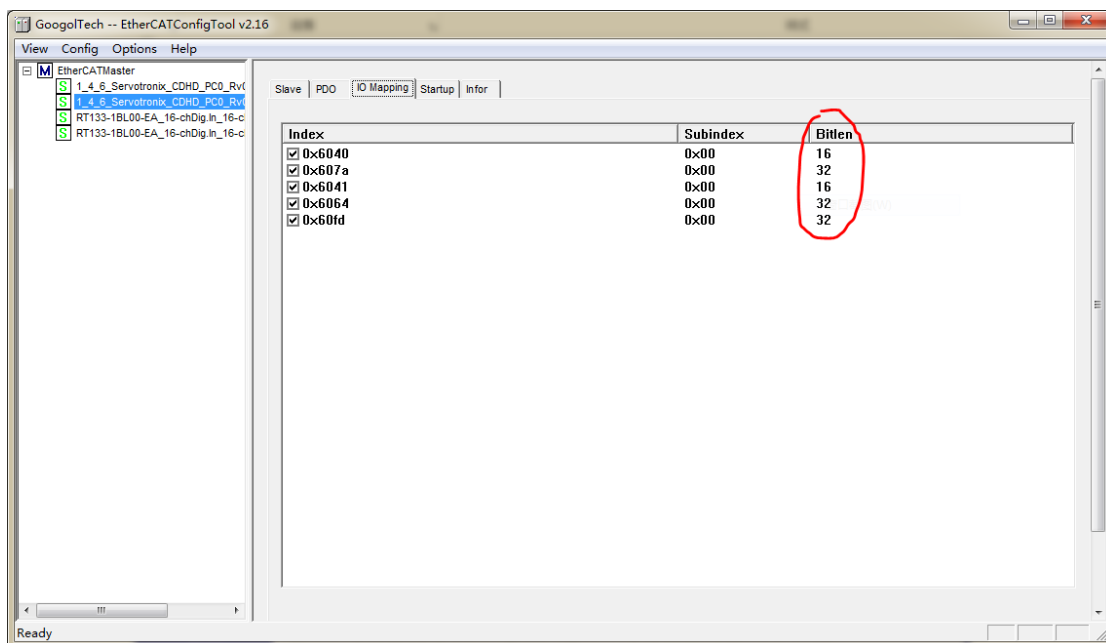

图 5-2 GTHD 默认配置之 PDO 信息
- 1) 如图 5-2 所示连接 4 个 EtherCAT 从站，其中 Slave0 和 Slave1 是 GTHD 伺服从站，Slave2 和 Slave3 是 IO 从站。各从站的 PDO 信息可在【IO Mapping】项目中查看。